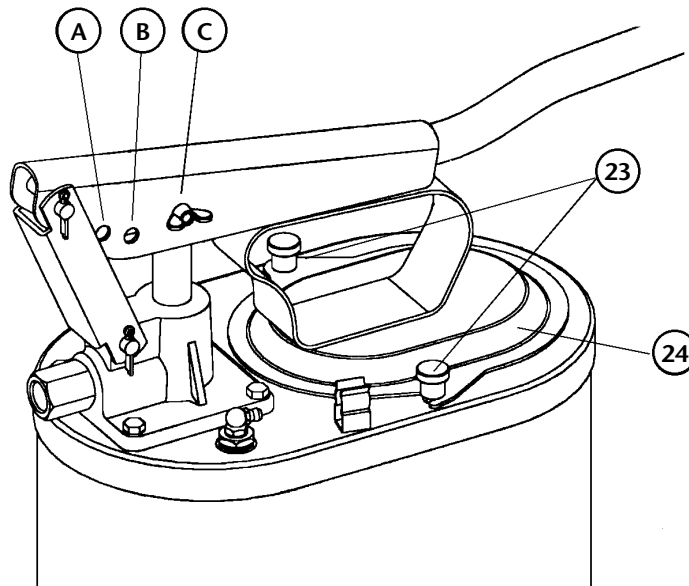

Fig. 3
To fill the container, lift up the lever and loosen the knurled screws (23) and slide aside the cover (24) (Fig. 3). Fill the container with grease and compact it well to get rid of air pockets.
Llenar el depósito levantando la palanca, aflojando los tornillos moleteados (23) y deslizando la tapa (24) (Fig. 3). Compactar la grasa bien para que no coja bolsas de aire.
Remplir le réservoir en levant le levier, en desserrant les vis (23) et en soulevant le couvercle (24) de l'appareil (voir Fig.3). S'assurer que la graisse n'a pas de poches d'air.